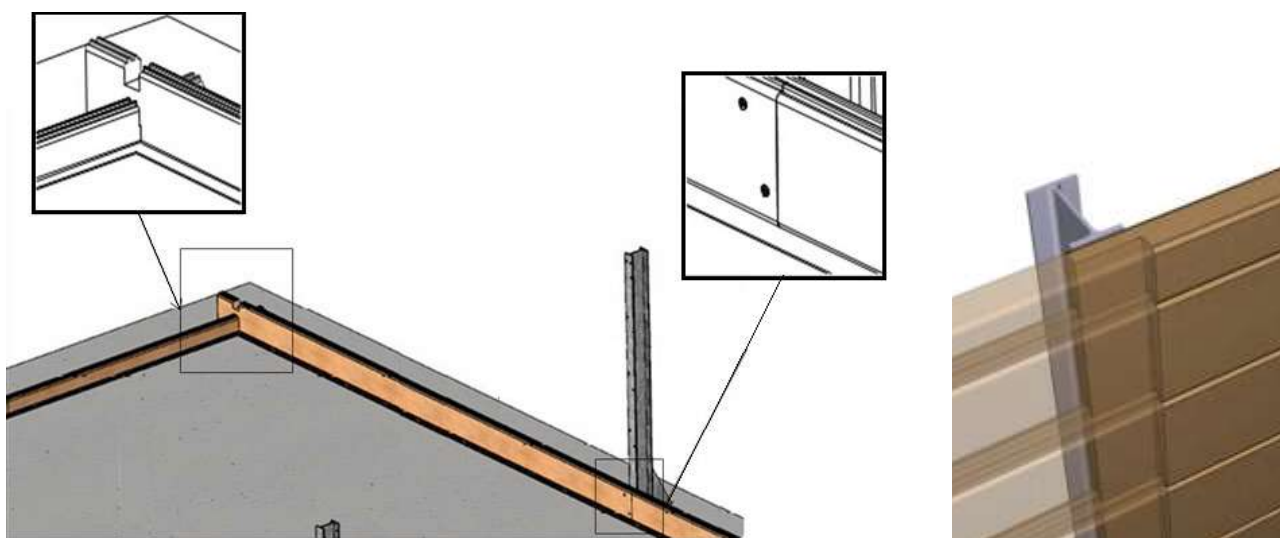

Figura 9 – Bloqueo de tablones entre ellos
- en los 2 puntales (están perforados previamente, como se muestra en Figura 9) utilizando 14 tornillos torx A2 torx 6 x 30 de acero inoxidable A2 (bolsa C).